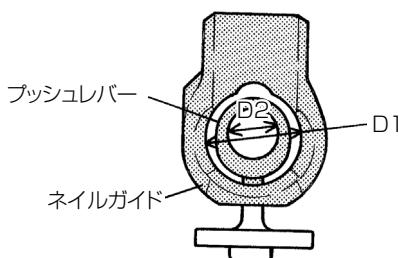

図 2 釘の出口形状
- ・釘頭の大きさに注意してください。市販の丸釘は、頭の大きいものや、小さいものが混入していることがあります。ネイルガイド（D1）の中に釘頭が入らないものや、プッシュレバー（D2）の中に釘頭が入り込んでしまうものは、使用しないでください。（図2）